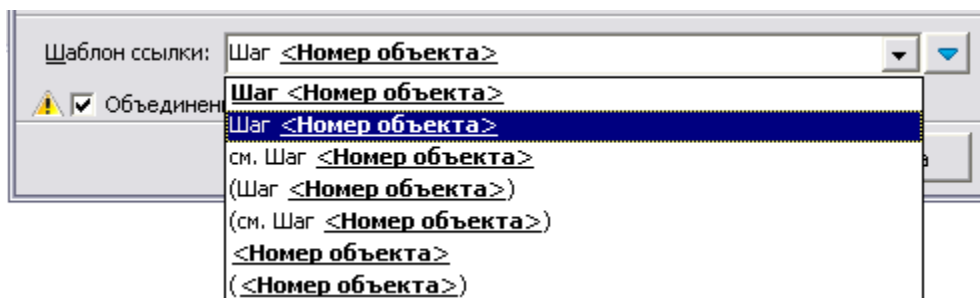

Рис. 5.223
7. В поле ввода **Шаблон ссылки:** выберите из раскрывающегося списка тип надписи для ссылки (Рис. 5.223).